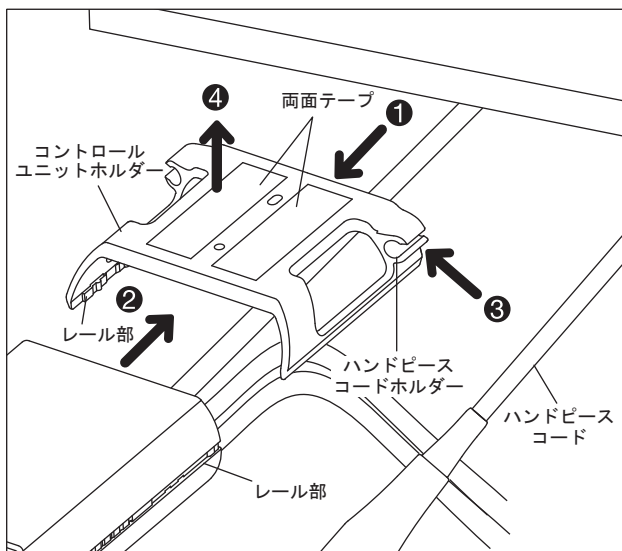

図 4
3-5 コントロールユニットホルダーの取り付け (図 4)
- 1) 両面テープをコントロールユニットホルダーの平らな面 (図 4 参照) に貼り付けます。(①)
- 2) コントロールユニットとホルダーのレール部をあわせ、本体をホルダーに取り付けます。(②)
- 3) ハンドピースコードをハンドピースコードホルダーに押し込みます。(③)
- 4) 両面テープのカバーをはがし、接着面をテーブル又はトレーの下等に取り付けます。(④)